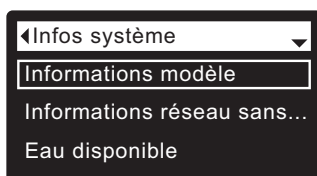

FIG. 65
3. Appuyez sur le sélecteur (O) pour afficher le menu des infos système (cf. Figure 65).
7. Après avoir pris connaissance des renseignements sur un écran, appuyez sur le sélecteur (O) : l'afficheur reviendra au menu des infos système (cf. Figure 65) (le retour sera automatique si vous n'enfonchez aucun bouton pendant quatre minutes).